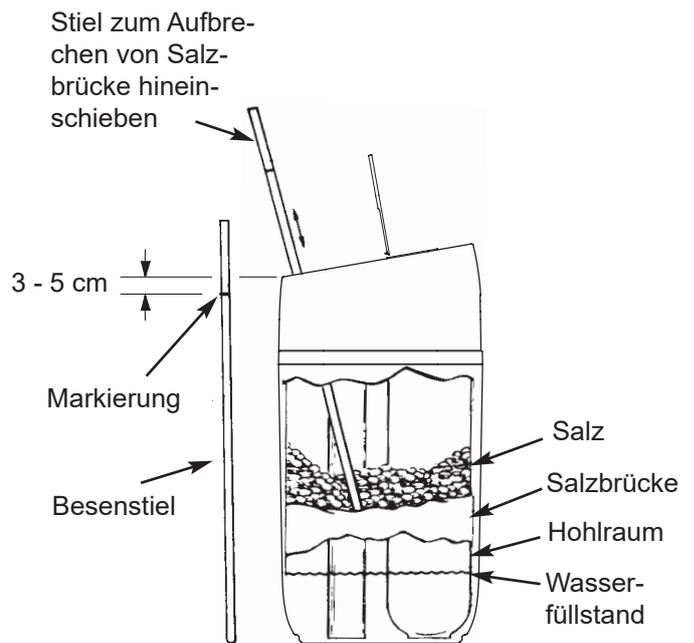

Abb. 18
2. Halten Sie einen Besenstiel oder einen ähnlichen Gegenstand wie in Abb. 18 auf Seite 35 gezeigt neben den Wasserenthärter.